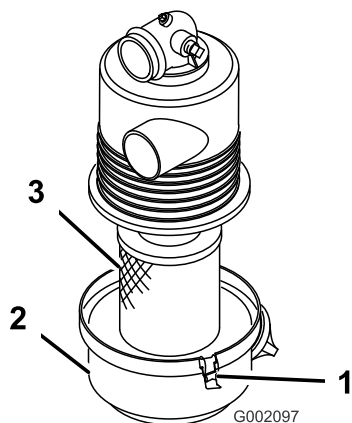

Рисунок 28
2. Отпустите защелки, фиксирующие крышку воздухоочистителя на его корпусе (Рисунок 28).
3. Отделите крышку от корпуса и очистите внутреннюю поверхность крышки воздухоочистителя (Рисунок 28).
1. Вставьте фильтр в корпус воздухоочистителя (Рисунок 28).
2. Совместите крышку воздухоочистителя с его корпусом (Рисунок 28).
3. Закрепите крышку на корпусе воздухоочистителя защелками (Рисунок 28).